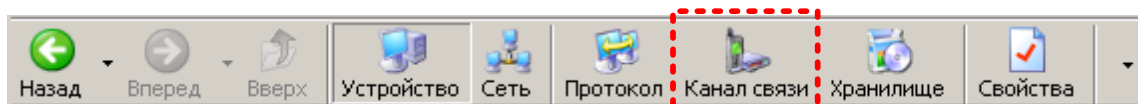

Рисунок 22 – Кнопка «Канал связи» на панели инструментов
5.2.2 Нажать на панели инструментов кнопку «Канал связи» (или через меню «Справочник → Канал связи»), (см. Рисунок 22). В результате откроется окно «Справочник», которое показано на рисунке 23.